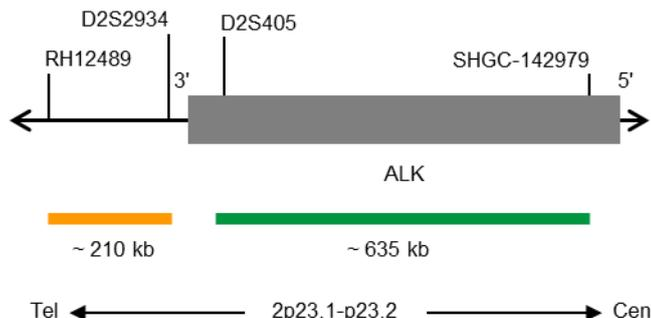

Abb. 1: SPEC ALK Sondenlokalisierung (nicht maßstabsgetreu)
- ZyGreen (Anregung 503 nm/Emission 528 nm) markierten Polynukleotiden (~10 ng/ μ l), die gegen Sequenzen in 2p23.1-p23.2* (chr2:29,460,144-30,095,822) gerichtet sind, welche proximal zur ALK-Bruchpunktregion lokalisiert sind (siehe Abb. 1).
- ZyOrange (Anregung 547 nm/Emission 572 nm) markierten Polynukleotiden (~4,5 ng/ μ l), die gegen Sequenzen in 2p23.2* (chr2:29,174,204-29,383,335) gerichtet sind, welche distal zur ALK-Bruchpunktregion lokalisiert sind (siehe Abb. 1).